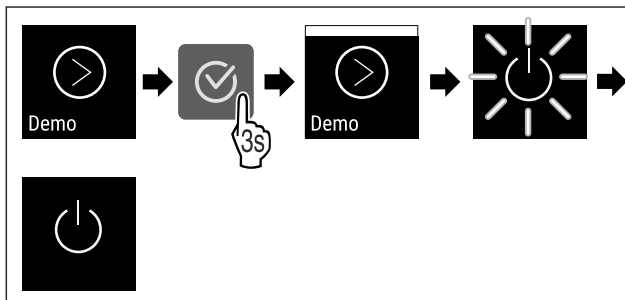

Fig. 110
- ▶ Suorita toimenpidevaiheet (katso Fig. 110).